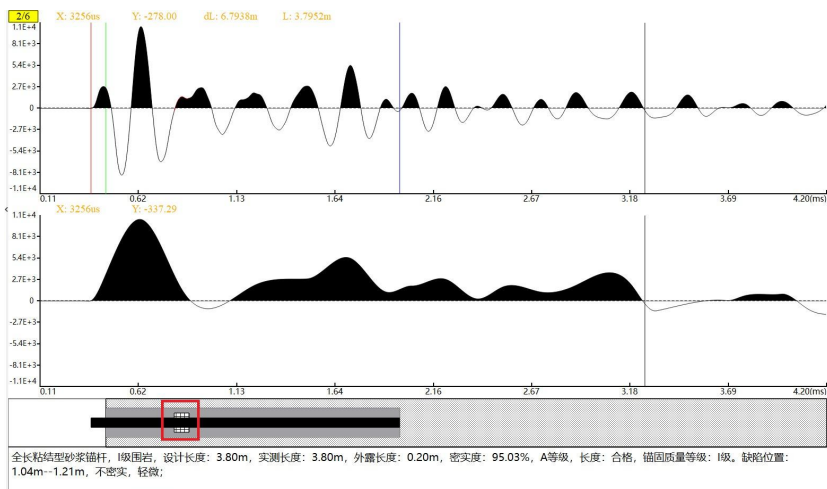

图 4-19 撤销单个缺陷
- 撤销单个缺陷：撤销分析完的单个缺陷如图 4-19，快捷键为 。